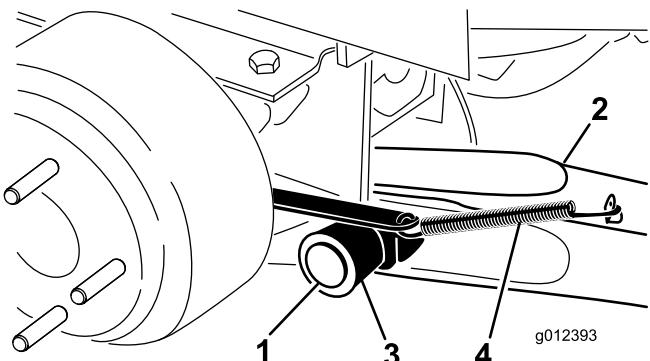

図 3
4. ピボット・ピン 1 本、コッター・ピン1本を使って、ピボット・ブラケットに昇降アームを取り付ける（図 3）。昇降アームを、曲がった部分が外側を向くようにして取り付ける。
5. ブレーキ・リターン・スプリングを昇降アームのタブ引っ掛ける（図 3）。